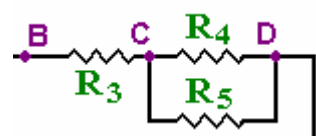

Fig. 4
2. Si tenemos un bloque paralelo en serie con otros elementos habrá que resolver primero el paralelo (Ver fig. 4).